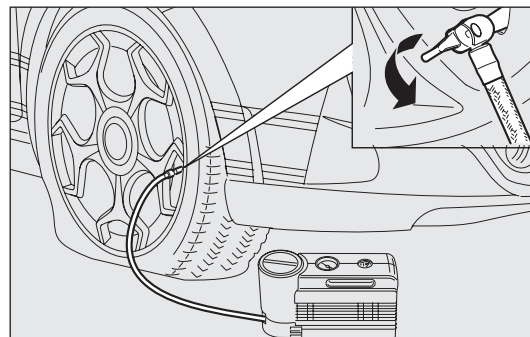

fig. 132
- ☐ dopo aver guidato per circa 10 minuti fermarsi e ricontrollare la pressione del pneumatico fig. 132; ricordarsi di azionare il freno a mano;